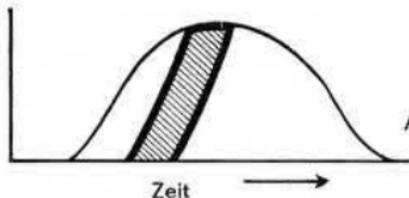

Abb. 10
- Man läßt den gesamten Verschluss innerhalb der Blitzdauer ablaufen. Das wird als M-Synchronisation oder „Vollsynchronisation“ bezeichnet (siehe Abbildung 10), Kabelanschluß bei M (früher V).